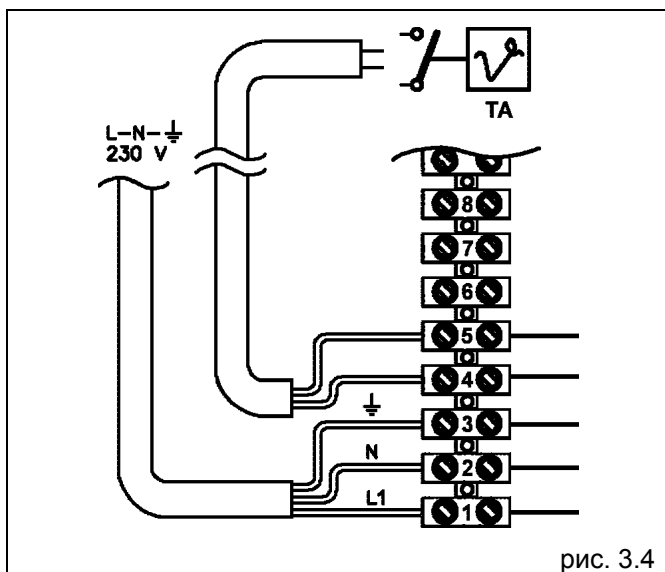

рис. 3.4
- подключение термостата температуры в помещении (TA) (рис. 3.4)